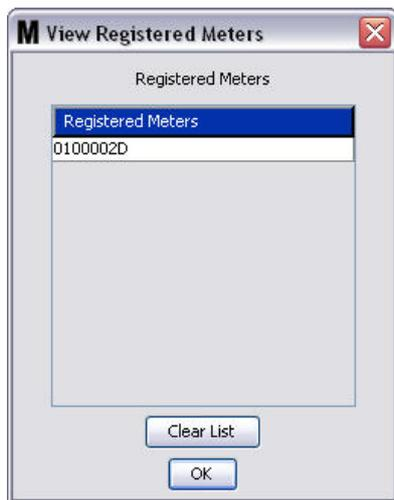

ABB. 121
- **Schaltfläche „Verknüpfen“/„Verknüpfung aufheben“:** Wenn alle Parameter im Fenster „Zählerprofil“ ausgefüllt wurden, klicken Sie auf die Schaltfläche „Verknüpfen“, um das in ABB. 121 gezeigte Fenster „Zählerprofil/-ID-Zuweisung“ aufzurufen. Wählen Sie aus der Liste registrierter Zähler einen Zähler aus, der dem Profil zugewiesen werden soll. Klicken Sie auf „OK“, um das Fenster zu schließen und die Änderungen zu speichern.